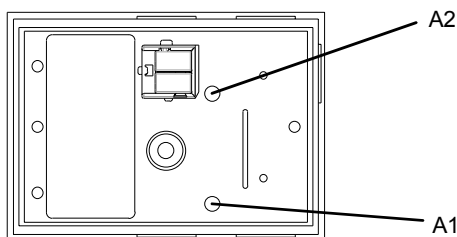

Bild 1: Lage der Anzeige- und Bedienelemente auf der Anschluss-Leiterplatte des Bewegungsmelders
- 1 Lernaste (siehe Bild 1): zum Umschalten Normalmodus / Adressiermodus